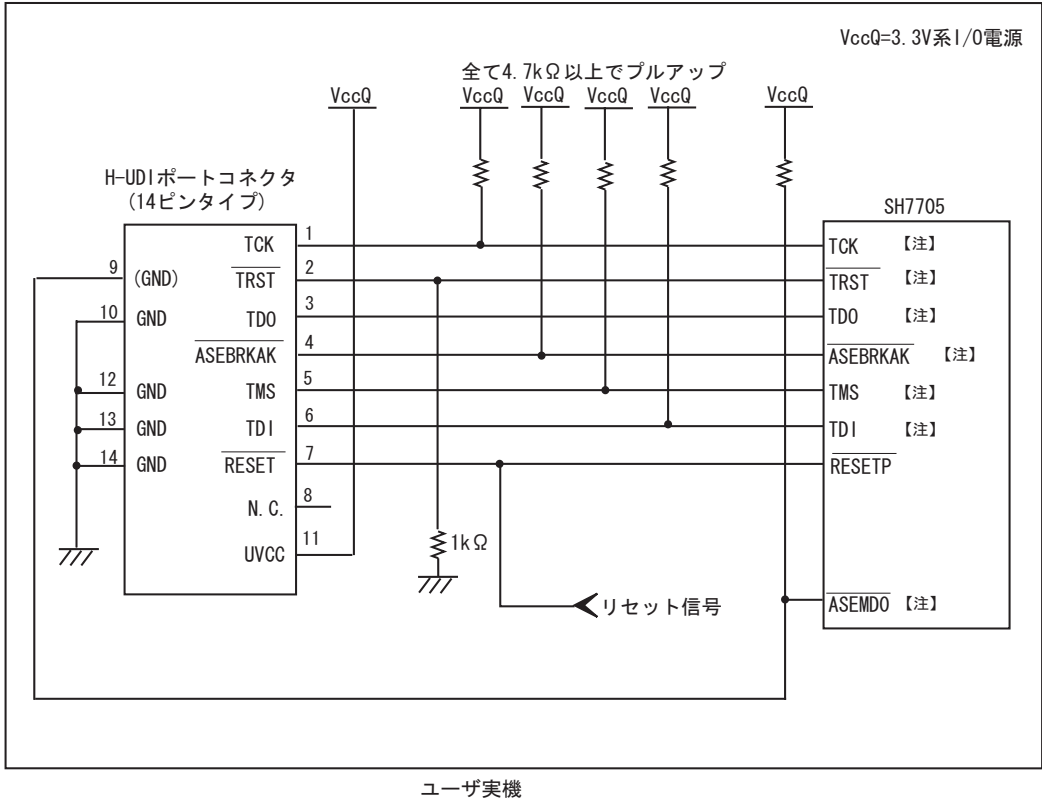

図 1.6 SH7705 使用時の H-UDI ポートコネクタ - チップ間の接続例
- 図 1.6 に SH7705 ご使用時の接続例を示します。